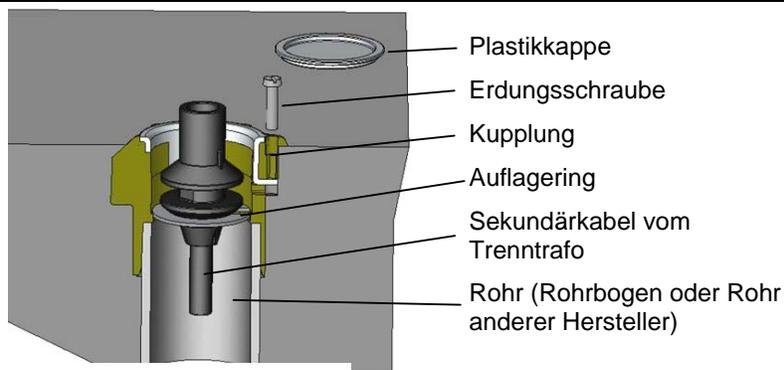

Abb. 2
2.	<p>Installation</p> <p>Gießen Sie das Fundament und installieren Sie den TC3 nach Abbildung 1. Vergewissern Sie sich, dass die Zentralachse der MC3-Kupplung genau senkrecht ist. Die MC3-Kupplung kann auch mit einem geraden Rohr (2" oder 63,3-0/+0.3mm Außerdurchmesser) nach EN 1452 verwendet werden.</p> <div style="text-align: center;"> </div> <p>Abb. 1: Installation (dimensions in mm)</p> <p>Nach Aushärten des Betons, wenn zutreffend, kann das Erdungskabel an die MC3-Kupplung angeschlossen werden (Abb. 2). Der 2-polige Stecker (FAA L823 Typ 8) kann jetzt in den Auflagering eingehängt werden (Abb. 3).</p>